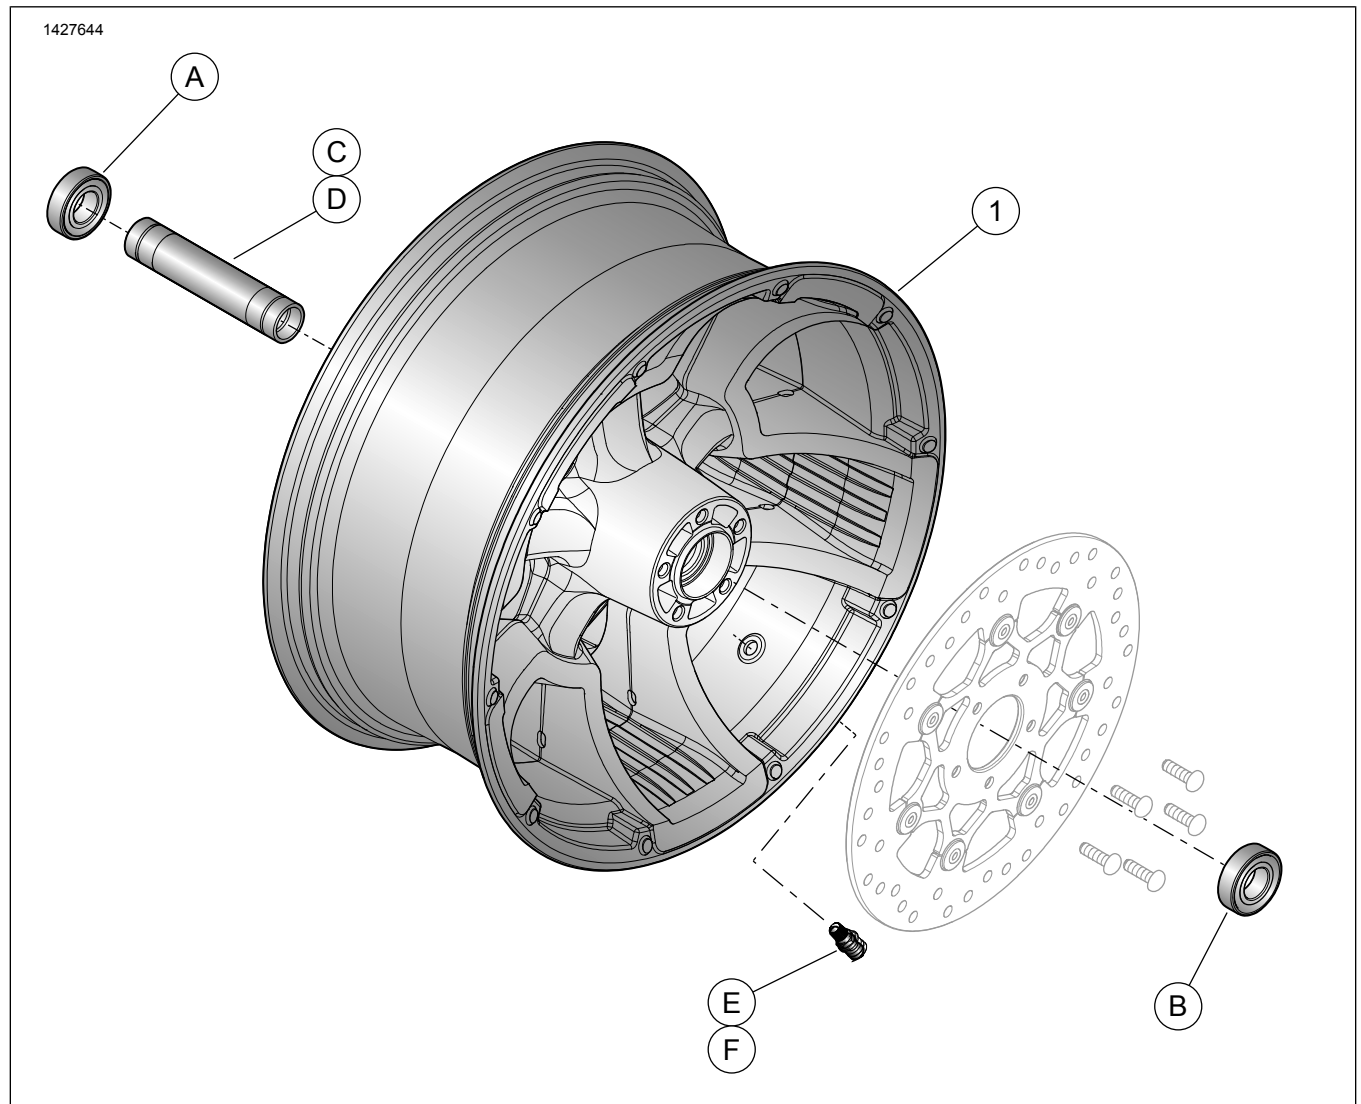

図1。交換用パーツ：リアホイール(図に示したのは16インチ)
「図1」および「表3」を参照してください。
2. 図1バルブステムアッセンブリーをホイールに取り付けます。サービスマニュアルの「タイヤ」を参照してください。